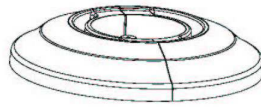

Fig.2
- Pour ce faire, appuyez sur la partie supérieure afin qu'elle s'enclenche dans la partie inférieure, comme dans la **figure 2**.